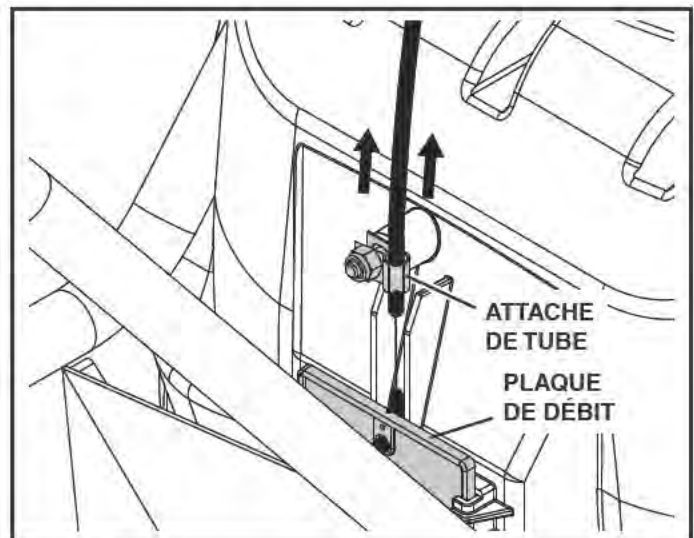

FIGURE 10
3. Desserrez l'écrou qui retient l'attache de tube au-dessous de l'épandeur. Voir figure 10.
4. Écartez les extrémités de l'attache jusqu'à ce que le câble puisse aller et venir sans effort. Voir figure 10.
5. Maintenez l'attache de tube alignée et tirez sur le câble jusqu'à ce que la plaque de débit bouge légèrement, puis serrez l'écrou tout en maintenant l'attache de câble en place. Voir figure 10.